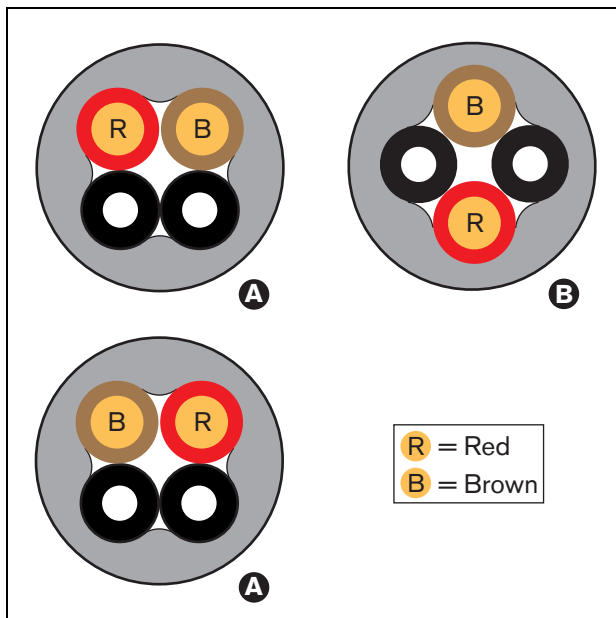

figura 30.5: Tipos de cables
- Cables de Tipo A en los que las fibras ópticas se encuentran juntas (consulte figura 30.5, que muestra ambos extremos del cable).
- Cables de Tipo B en los que las fibras ópticas se encuentran una frente a la otra (consulte figura 30.5, ambos extremos del cable son idénticos).